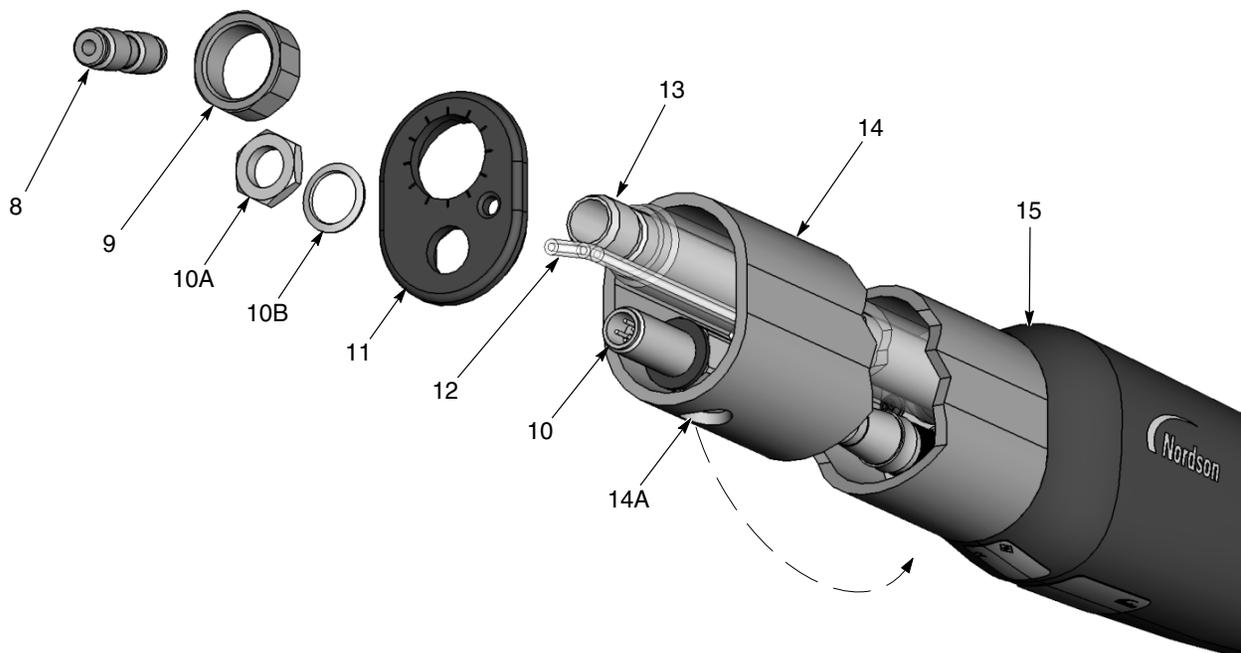

Figura 2 Inversione del tubo di montaggio prima di installare il collettore di ioni.
1. Vedi figura 2. Il tubo di montaggio della pistola è normalmente installato con il foto di montaggio del collettore di ioni (14A) sul retro della pistola per tenere la polvere fuori dal tubo. Prima di poter installare il collettore di ioni si deve invertire il tubo di montaggio per consentire l'accesso alla piastra di terra nel gruppo del corpo posteriore (15).
- b. Scollegare il bocchettone (8) dal tubo trasparente (12).
- c. Svitare il dado del tubo di bloccaggio (9) dal tubo di bloccaggio (13).
- d. Rimuovere il dado e la rondella di sicurezza (10A, 10B) dalla presa del cavo (10).
- e. Tirare via il cappuccio all'estremità (11) dal tubo di montaggio (14).
- f. Estrarre il tubo di montaggio (14) dal gruppo del corpo posteriore (15) e invertirlo, poi riassemblare la pistola.